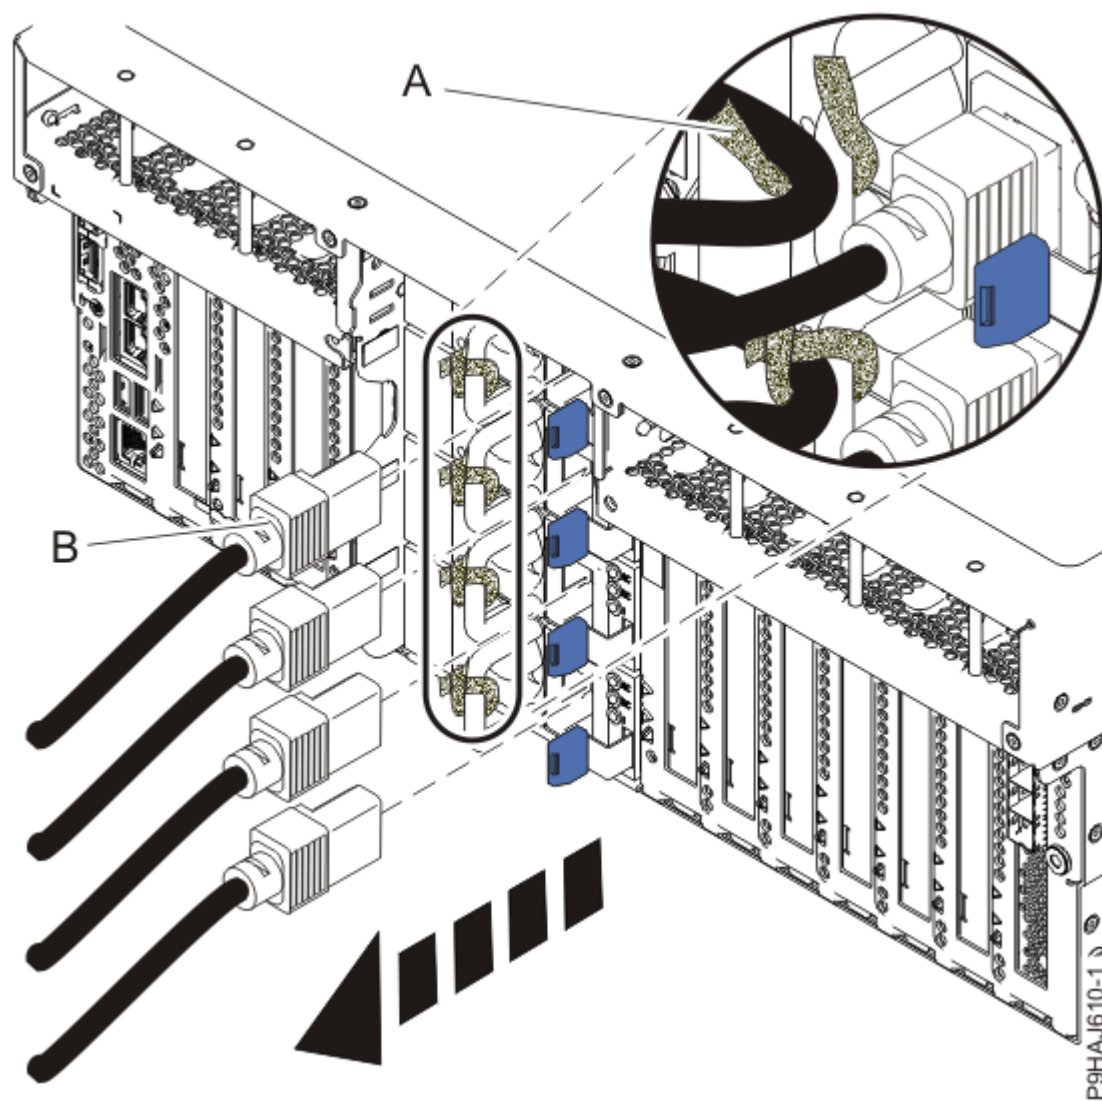

Figura 16. Extracción de los cables de alimentación de un servidor montado en bastidor
4. Etiquete y desconecte los cables de alimentación de la unidad del sistema. Consulte la Figura 16 en la página 20 o la Figura 17 en la página 21.